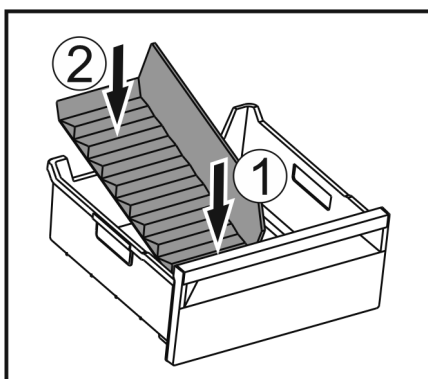

Fig. 115
- ▶ Pange jääkambrieraldaja eesmine osa sisse. Fig. 115 (1)
- ▶ Langetage jääkambrieraldaja tagumine osa sahtlipõrandani. Fig. 115 (2)